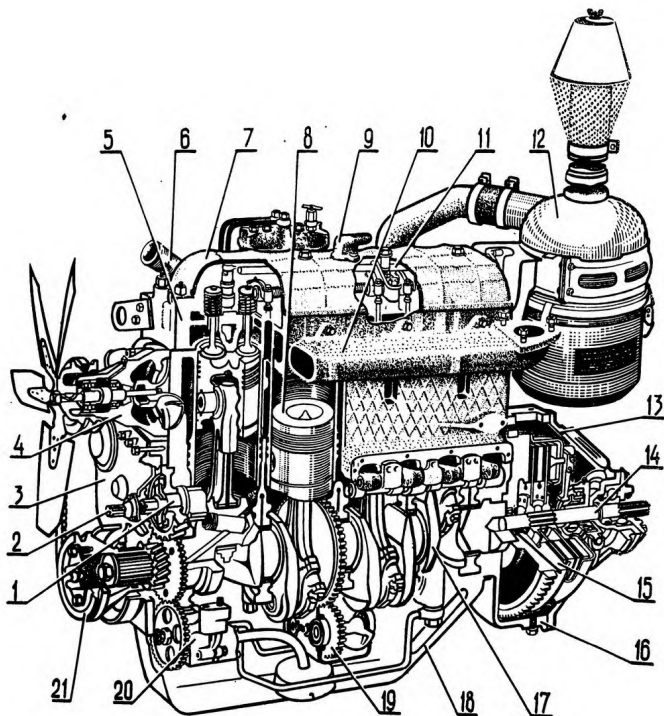

Рис. 4. Двигатель в разрезе:
**Дизельный двигатель А-41** (рис. 4) унифицирован по основным изнашиваемым деталям гильзо-поршневой группы и клапанному механизму с двигателями ЯМЗ-236 и ЯМЗ-238.